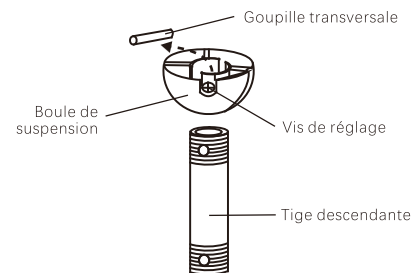

Fig.7
Étape 5. Retirer la boule de suspension de l'assemblage de la tige descendante en desserrant la vis de réglage, en dévissant et en retirant la goupille transversale et en dévissant la boule de la tige. (Fig.7)